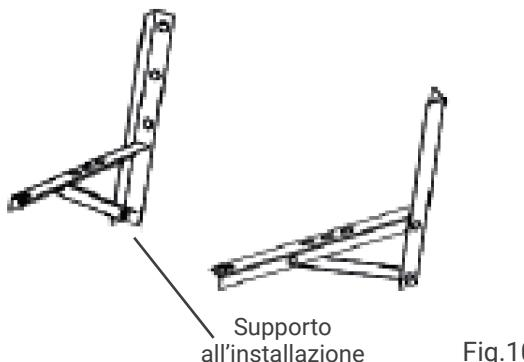

Fig.10
- Se sono necessarie staffe di installazione per installare l' unità esterna, l' utente può acquistare le staffe dalla nostra azienda o dai nostri agenti (Fig. 10).